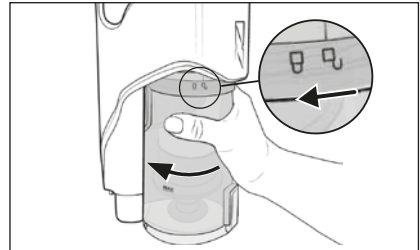

Fig. 17
- 2) Para desmontar el depósito de polvo 6 del aparato, gírelo hacia el símbolo  hasta que pueda retirarse del aparato (consulte la fig. 17).